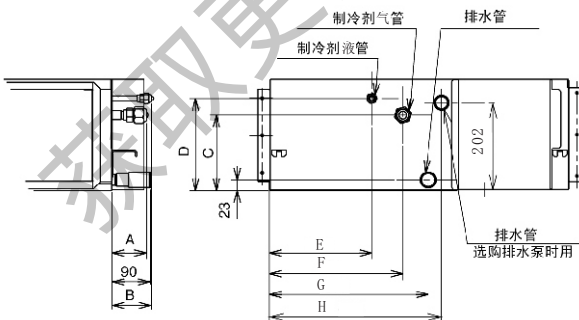
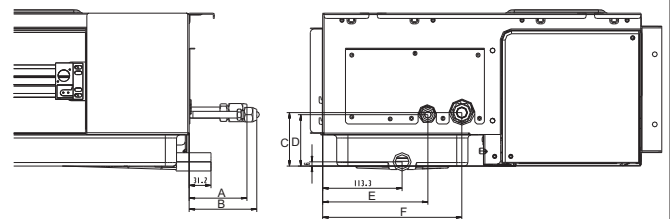

图6.2 管连接的位置 (单位: mm)
图6.3 管连接的位置 (单位: mm)
- (5) 内机制冷剂进出管和冷凝水出管位置见图6.2 (KURd-72KF/R-H、KURd-75KF/R-C除外)，KURd-72KF/R-H、KURd-75KF/R-C见图6.3。